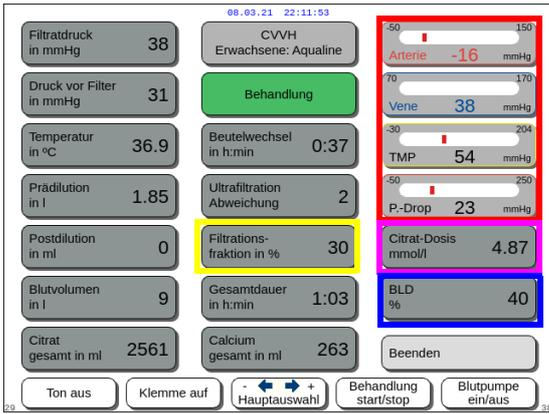

Abb. 170
- *Filtrationsfraktion (%)* (gelber Rahmen Abb. 170). Die Filtrationsfraktion wird von dem Prädilutionsfluss, Postdilutionsfluss, Blutfluss, Citratfluss und Calciumfluss beeinflusst.
- *Arterie, Vene, TMP und Druckabfall* (roter Rahmen Abb. 170) Arterieller und venöser Druck sowie TMP und Druckabfall werden angezeigt.
- *Citratdosis (mmol/l)* (violetter Rahmen Abb. 170). Diese Dosis wird angezeigt, wenn im Modus *Service* die verwendete Citratlösung programmiert ist. Ist keine Citratlösung programmiert, wird der Wert für das Verhältnis von Citrat zu Blut in Prozent angezeigt. Achtung: Diese Antwort ist akkurat, wenn die relevante Citratlösung programmiert ist.
- *BLD (%)* (blauer Rahmen Abb. 170) Über 100 % *Blutleck*-Alarm ist aktiviert.